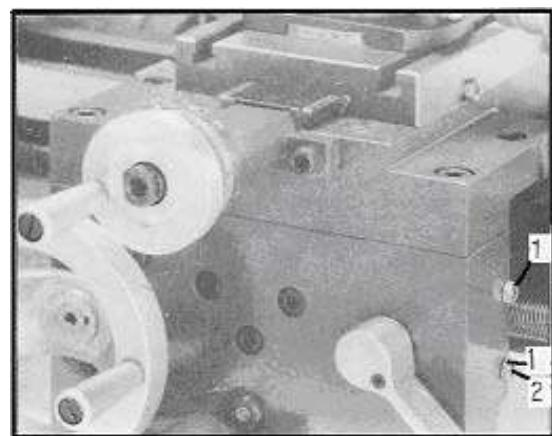

Рис.29
Открутите две гайки (1, Рис.29) справа на фартуке суппорта и отрегулируйте установочные винты (2) таким образом, чтобы половинки гайки ходового винта без зазора были расположены в своих направляющих.